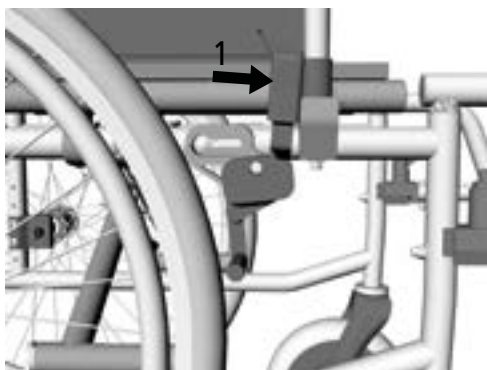

bild 12
1. Tryck bromsspaken framåt för att låsa hjulet med bromsen (1, bild 12).